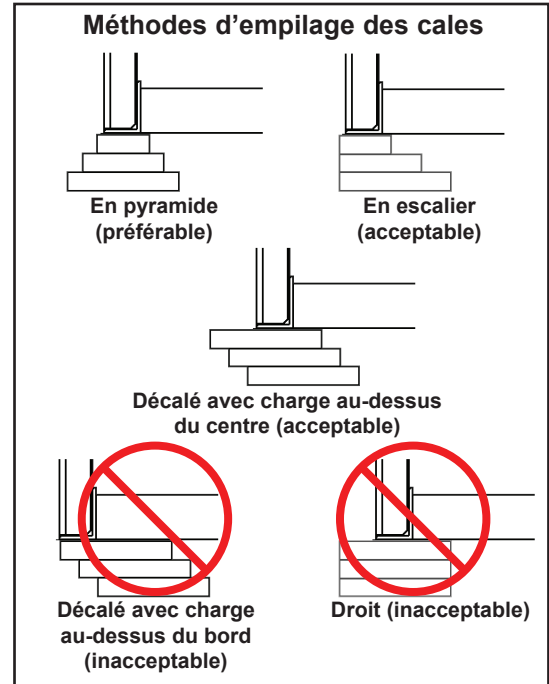

Figure 14
a. Placer des cales sous la béquille d'entretien (D) à l'emplacement où elle s'attache au bâti du niveleur. S'assurer que la béquille est solidement calée.
b. Relever la béquille d'entretien (D) jusqu'en position de service (verticale) et la verrouiller dans cette position à l'aide d'un moyen de verrouillage homologué par l'OSHA.
18. Placer des cales aux emplacements (B et E) suivant une méthode de calage appropriée (voir Figure 14). Les deux tourillons de vérin de plateforme doivent être solidement calés sur toute la longueur du tourillon. S'assurer que les tourillons sont de niveau latéralement et d'avant en arrière.